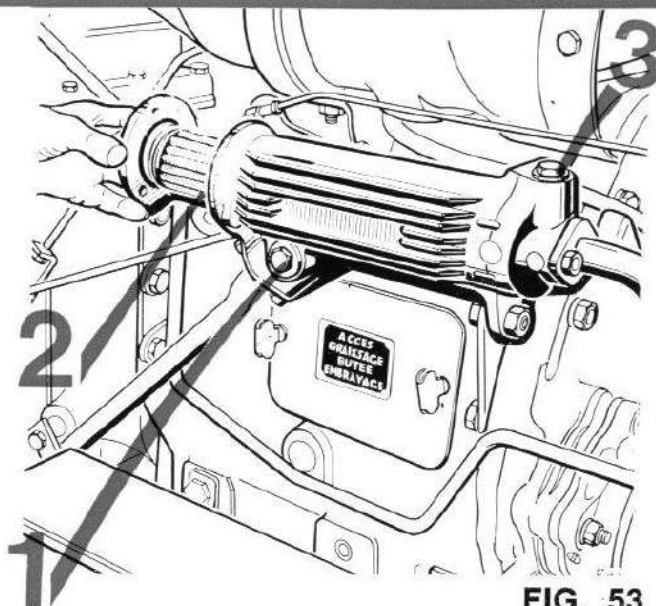

FIG. 53
- Vidanger le filtre par le bouchon magnétique (voir opération 24 fig. 53).